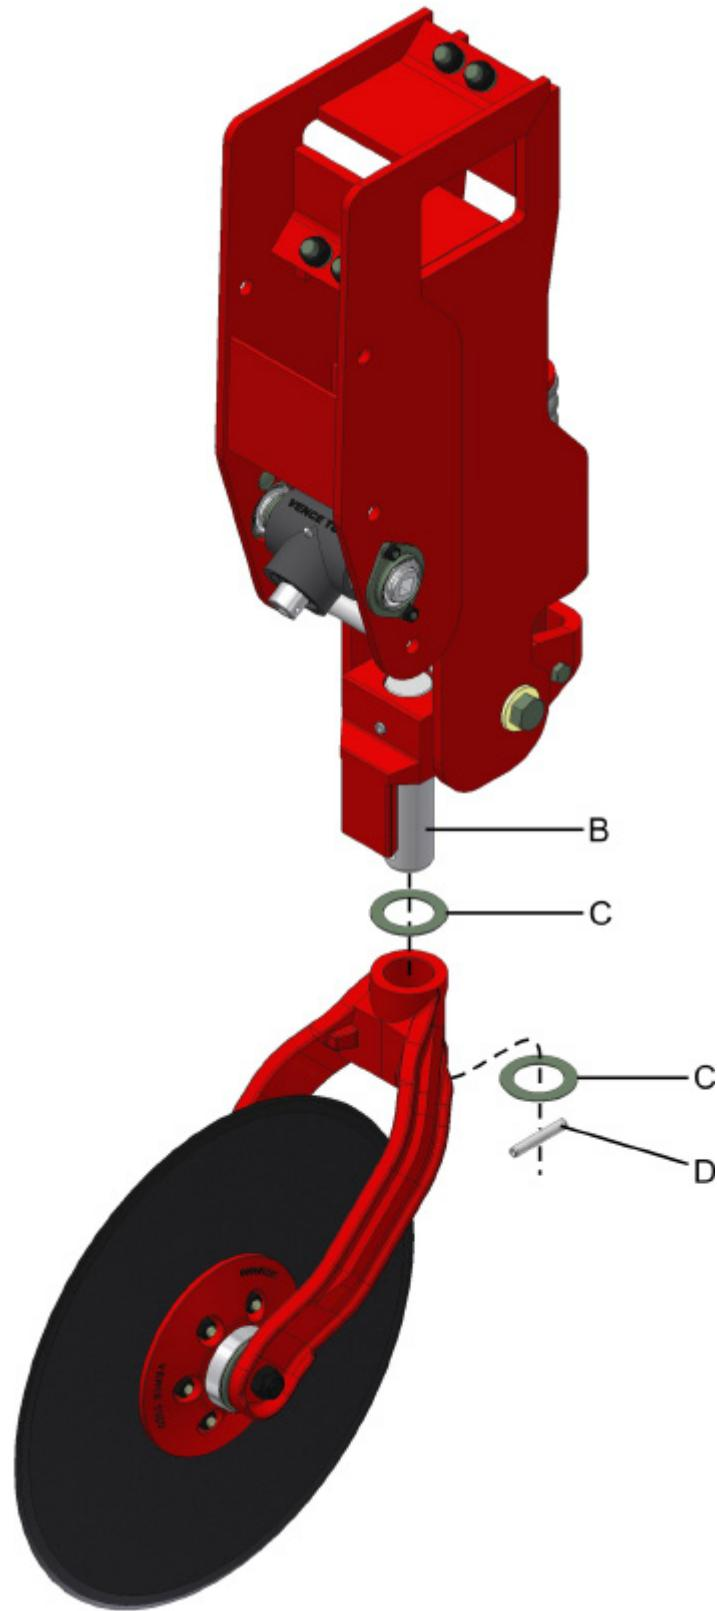

fig. 10
Monte a arruela (C) (fig. 10) no pino do suporte (B). Em seguida, acople o conjunto montado disco (A) e abaixo mais uma arruela (C), finalizando com o pino elástico (D) para travar.